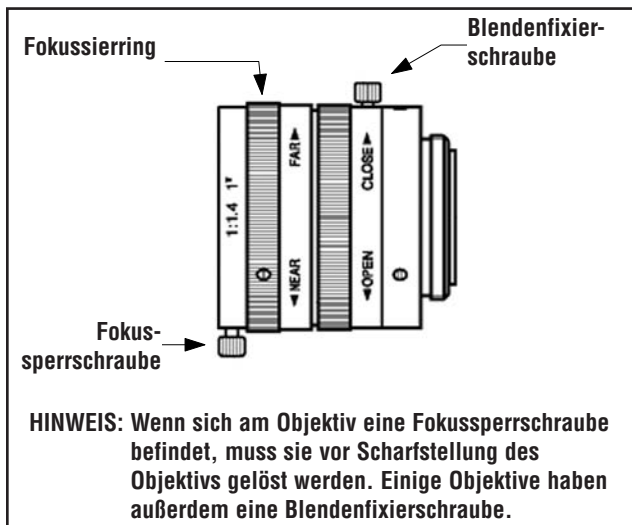

Abbildung 4-2. Fokusserring und Fixierschrauben am Objektiv
- d. Stellen Sie das Objektiv durch Drehen des Fokussierings (in Abbildung 4-2 gezeigt) ein, bis der maximale Fokuswert erreicht wird. Siehe "Fokussieren des Objektivs" auf Seite 26.